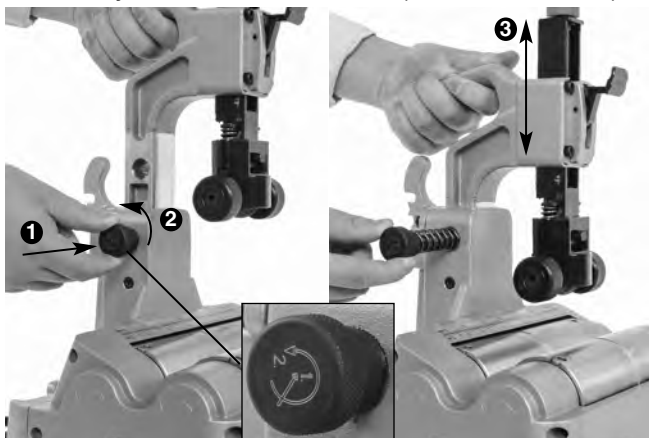

Figura 6 – Ajuste de tamaño rápido
1. Sin tubo colocado en la máquina, agarre la empuñadura y afloje el pasador, deprimiendo levemente la perilla ❶ y girando levemente hacia la izquierda ❷. La perilla es a resorte y se retraerá, controlando el movimiento de la perilla. Vea la Figura 6.
2. Con la empuñadura, desplace el cabezal hasta la posición deseada ❸.